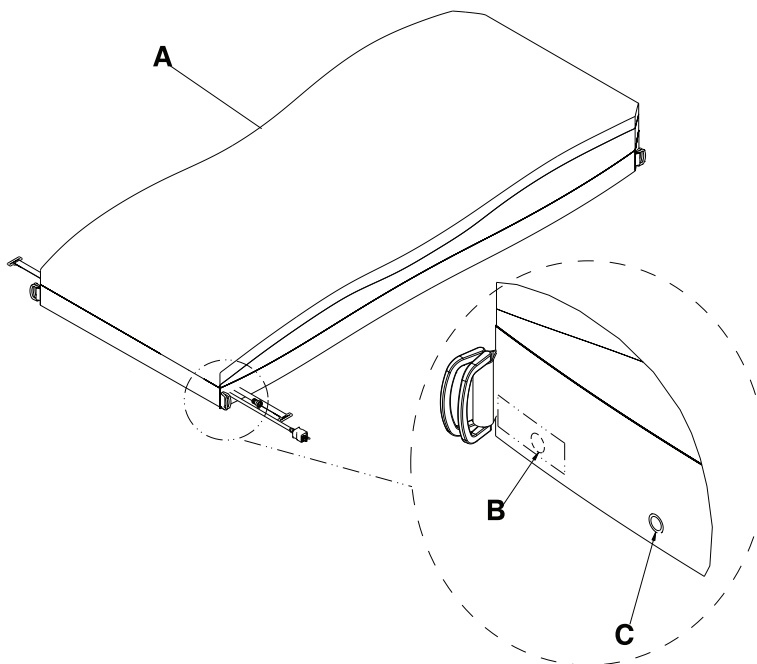

Figure 2-9 : Housse supérieure
5. Désenclencher les deux loquets de fixation (C) à chaque coin du côté pieds (Figure 2-9 à la page 2-31).
6. Désenclencher les attaches aux quatre coins (B) (Figure 2-9 à la page 2-31).
8. A l'aide de la tirette ou d'un dispositif équivalent (A), ouvrir la fermeture à glissière de la housse supérieure/inférieure de la surface d'appui (Figure 2-9 à la page 2-31).